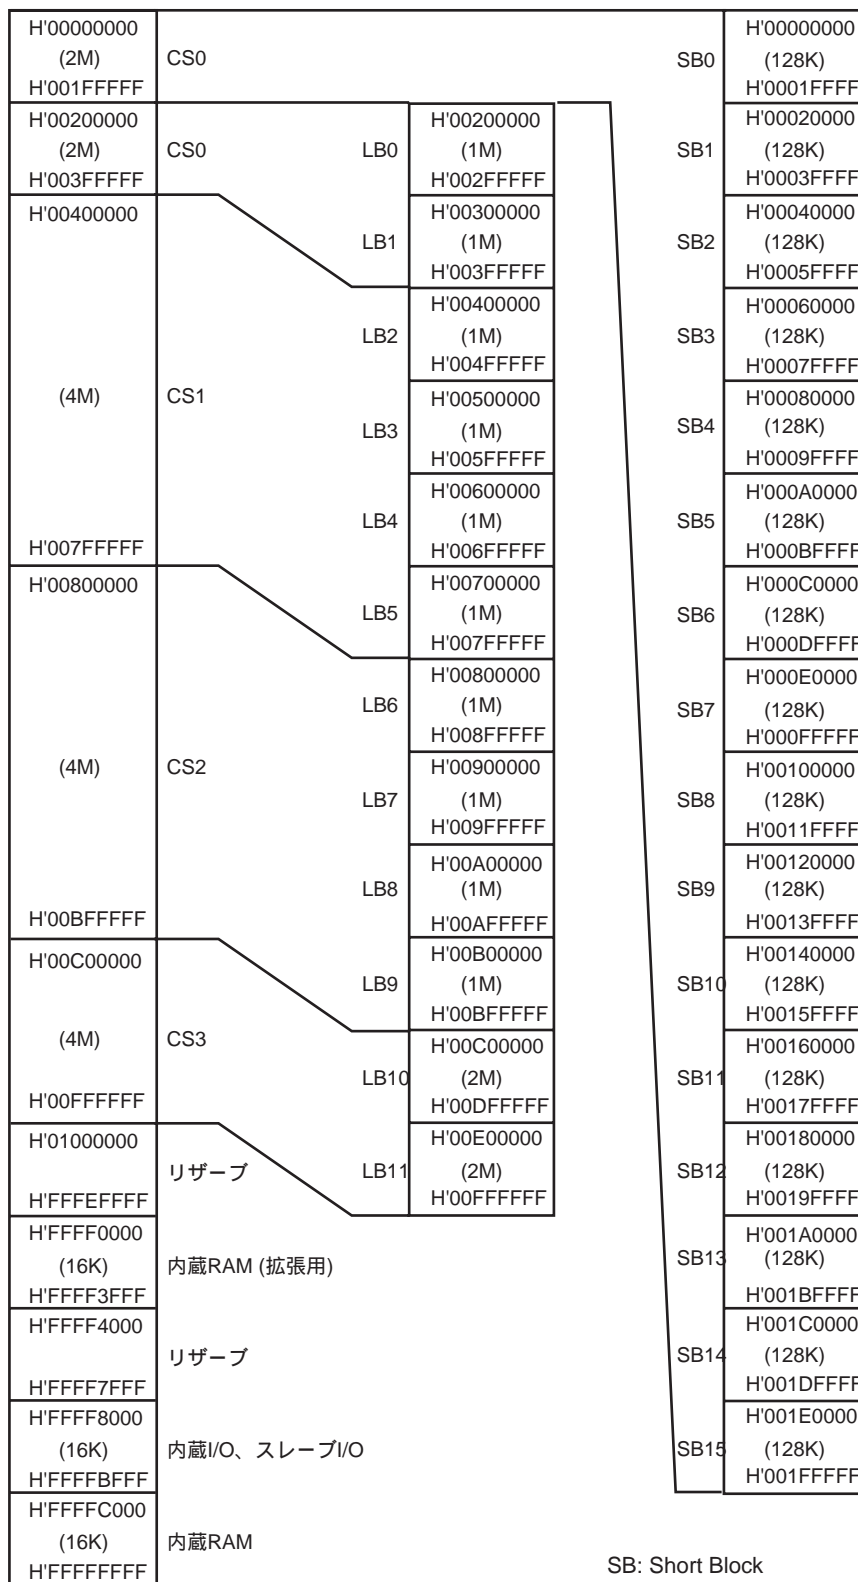
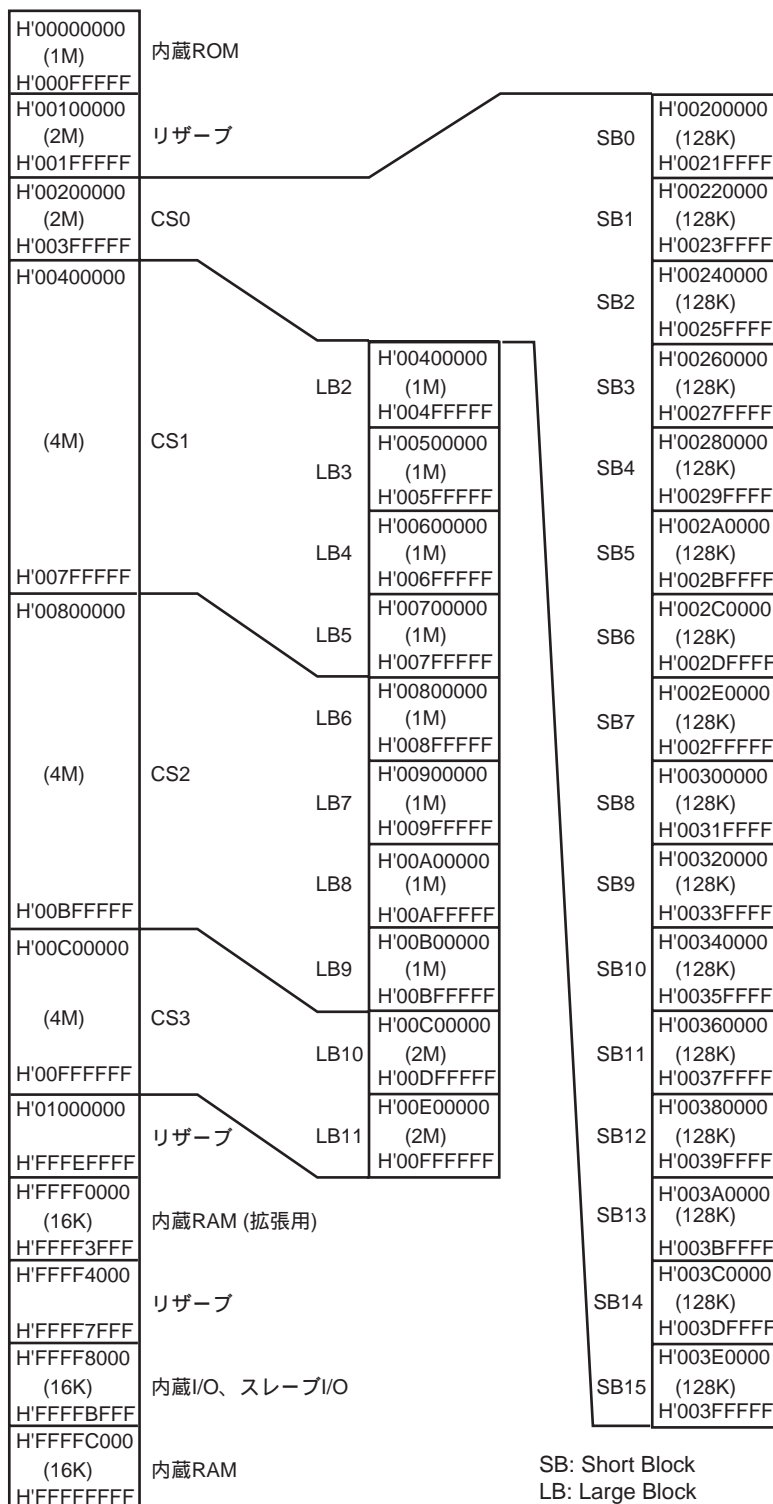

図 5.1 内蔵 ROM 無効モード時メモリマップ
図 5.2. 内蔵 ROM 有効モード時メモリマップ
- (1) 本エミュレータはエリアコントロールを図5.1および図5.2のメモリブロックに分けて管理しています。ユーザシステム上のメモリとエミュレータのエミュレーションメモリを1ブロックに共存させることはできません。
- (2) エミュレーションメモリ使用時は、エミュレーションメモリ割り付けエリアにWAITステートサイクルが50MHz動作時、1サイクル以上必要です。エミュレーションメモリをご使用になる際には、以下の表を参照してバスステートコントローラにウェイト数を設定してください。
メモリマップは、CS 空間ごとに 128k バイト、1M バイトまたは 2M バイトのブロックのいずれかに分割されています。アクセス属性の変更は各ブロック単位に設定することができます。各 CS 図空間で使用できるブロックのサイズは図 5.1 または図 5.2 を参照してください。
エミュレーションメモリの設定も、アクセス属性と同様にブロック単位 (図 5.1 または図 5.2) に設定することができます。1M バイトまたは 2M バイトのブロックに、複数個の 128k バイトのエミュレーションメモリを設定することができます。ただし、割り付けたブロックの残りのエリアは使用することができなくなります。1M バイトのエミュレーションメモリを 1 つだけ 2M バイトのブロックに割り付けた場合も同様です。